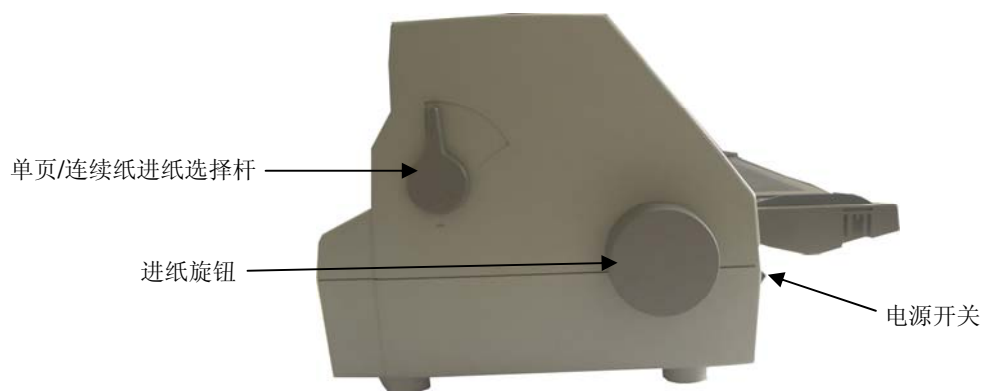

图 3-2 设定单页/连续纸进纸位置（单页纸）
2. 将单页/连续纸进纸选择杆置于单页进纸方式位置。如图 3-2 所示，确保单页纸符号对准打印机外壳的“△”标志。